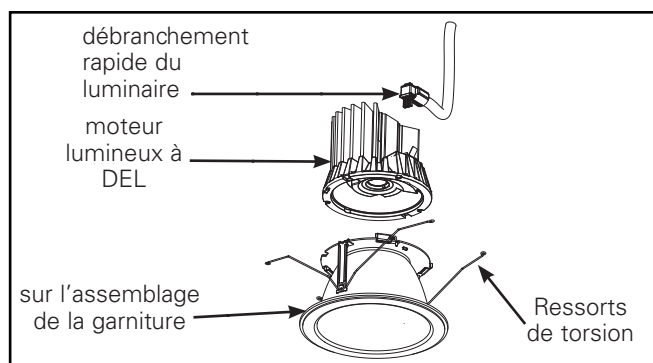

Figure 31
1. Insérez l'extrémité de la conduite flexible dans l'ouverture de la structure d'ouverture du plafond exposant la partie supérieure de la prise de débranchement rapide (Figure 31).